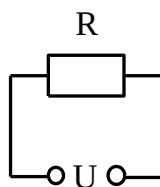
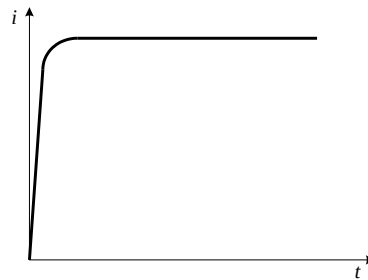
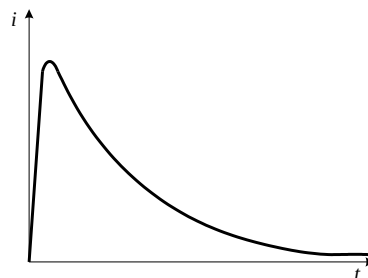

Рисунок 10 - Схема с активным сопротивлением
Рисунок 11 - Изменение тока в цепи с активным сопротивлением
Рисунок 12 - Изменение тока в цепи с активно-емкостным сопротивлением
- отношения $\frac{L}{R}$ (рисунок 10);
В схеме с активным сопротивлением (рисунок 10) при включении на постоянное напряжение ток устанавливается практически мгновенно (рисунок 11).
В схеме RC (рисунок 11) ток устанавливается практически мгновенно (за время порядка тысячных долей секунды), а затем спадает по экспоненте до нуля. Время спада зависит от постоянной времени $T_c = RC$ (рисунок 12).